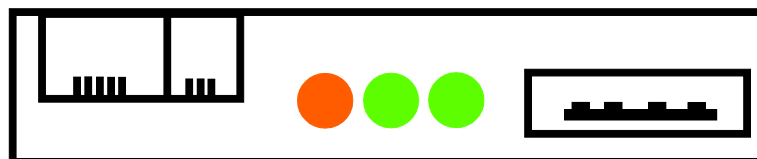

Bild 7
- Stromkabel wieder ans Gerät anschließen. **BITTE BEACHTEN!** Das Display leuchtet nicht bei einer Aktualisierung. Die drei Leuchtdioden an der USB-Buchse leuchten folgendermaßen: Die beiden am nächsten an der Buchse gelegenen Dioden leuchten grün, die dritte leuchtet orange. Bild 7.